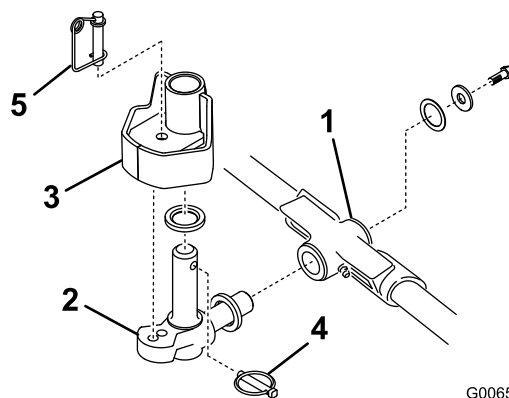

図 13
1. スラスト・ワッシャを、ピボット・ナックルの水平シャフトに差し込む(図 13)。
2. ピボット・ナックルの水平シャフトをキャリア・フレームの取り付け穴に差し込む(図 13)。
3. スラスト・ワッシャ、平ワッシャ、フランジヘッドネジを使って、ピボット・ナックルをキャリア・フレームに固定する(図 13)。
4. ピボット・ナックルの垂直シャフトにスラスト・ワッシャを差し込む図 13。
5. ピボット・ナックルの垂直シャフトを外している場合には、ここで昇降アームのピボット・ハブに差し込む(図 13)。昇降アームのステアリング・プレートの下にある2枚のゴム製センタリングバンパーの間に、ピボット・ナックルを挟む。
6. ピボット・ナックルのシャフトに付いている穴にリンチ・ピンを差し込む(図 13)。
注 カッティングユニットを固定モードで使用する場合には、ステアリング・ロック・ピンをピボット・ナックルの取り付け穴に差し込んでください(図 13)。
11. ステアリング・ロック・ピンの下にスプリングを掛ける(図 13)。